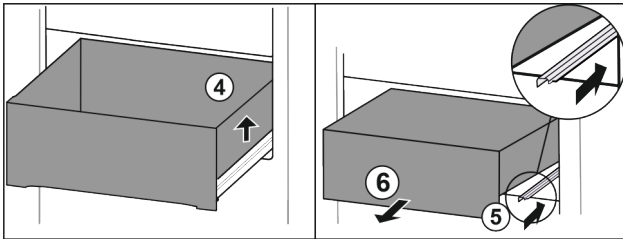

Fig. 85
- ▶ Schubfach rechts anheben. Fig. 85 (4)
- ▶ Rechte Schiene einschieben. Fig. 85 (5)
- ▶ Schubfach nach vorne entnehmen. Fig. 85 (6)